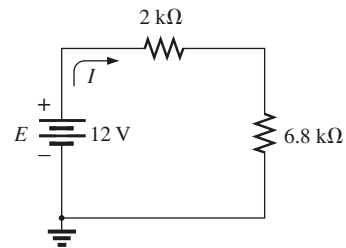

FIG. A4.127
45. a. Determine la corriente que fluye a través del circuito de la figura A4.127.
- b. Si se inserta un amperímetro con resistencia interna de 250 Ω en el circuito de la figura A4.127, ¿qué efecto tendrá en el nivel de la corriente?